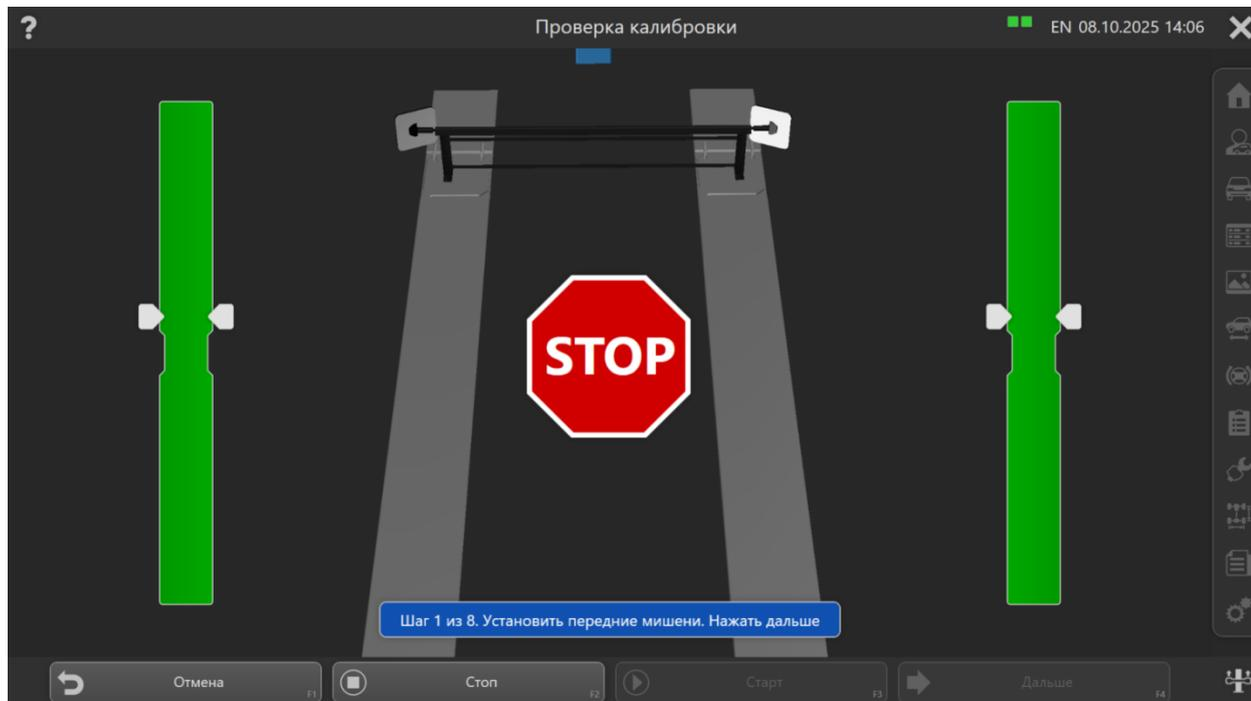

Рисунок 9.7 – Окно проверки с использованием калибровочного вала
- проверка калибровки калибровочным валом (доступно для исполнений 50640...50699) (рис.9.7).